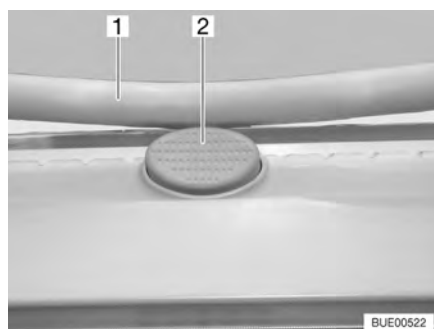

Fig. 64 Bouton de sûreté sur le lanterneau Heki
- Appuyer sur le bouton de sûreté (Fig. 64,2) et tirer l'étrier (Fig. 64,1) vers le bas avec les deux mains.
- Pousser l'étrier vers le haut avec les deux mains jusqu'à ce que ce dernier se trouve au-dessus du bouton de sûreté (Fig. 64,2).